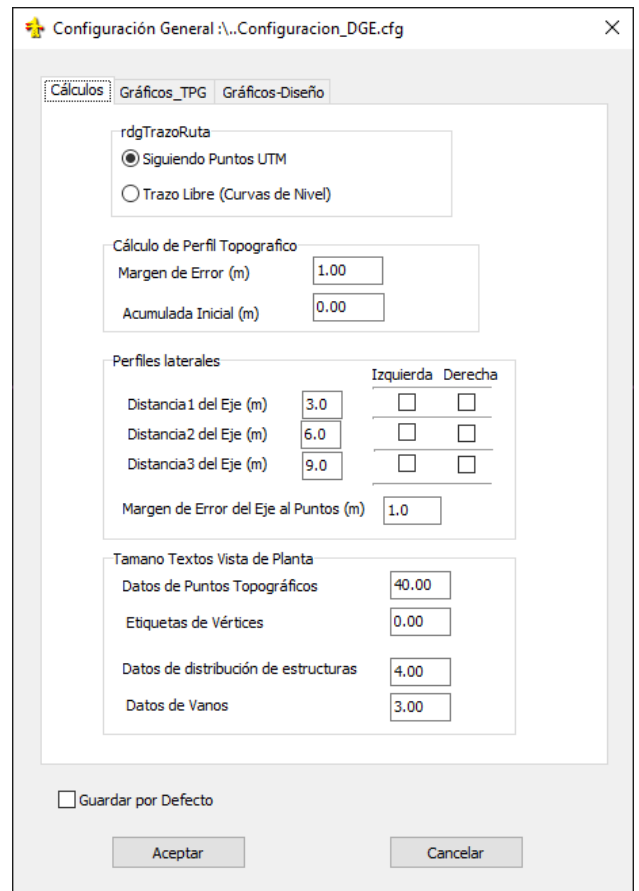

Fig. 3.13
- Tamaño de textos en vista de Planta: Podemos modificar la altura del texto con que se muestran en vista de planta, por ejemplo, las etiquetas, para una mejor visualización de estas. (Ver Fig. 3.13).